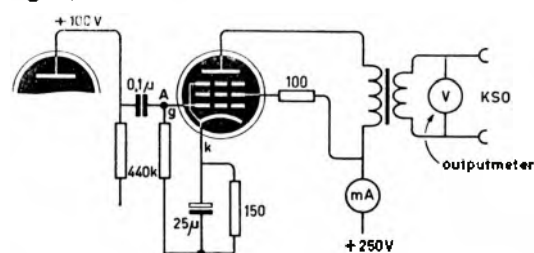

Fig. 6
1. In de anodeleiding een mA-meter op te nemen (fig. 6). We meten nu eerst de buisstroom met de koppelcondensator „los” bij A en daarna met de koppelcondensator in de schakeling. De stroomtoename mag nu hoogstens enkele tienden milliampère bedragen.